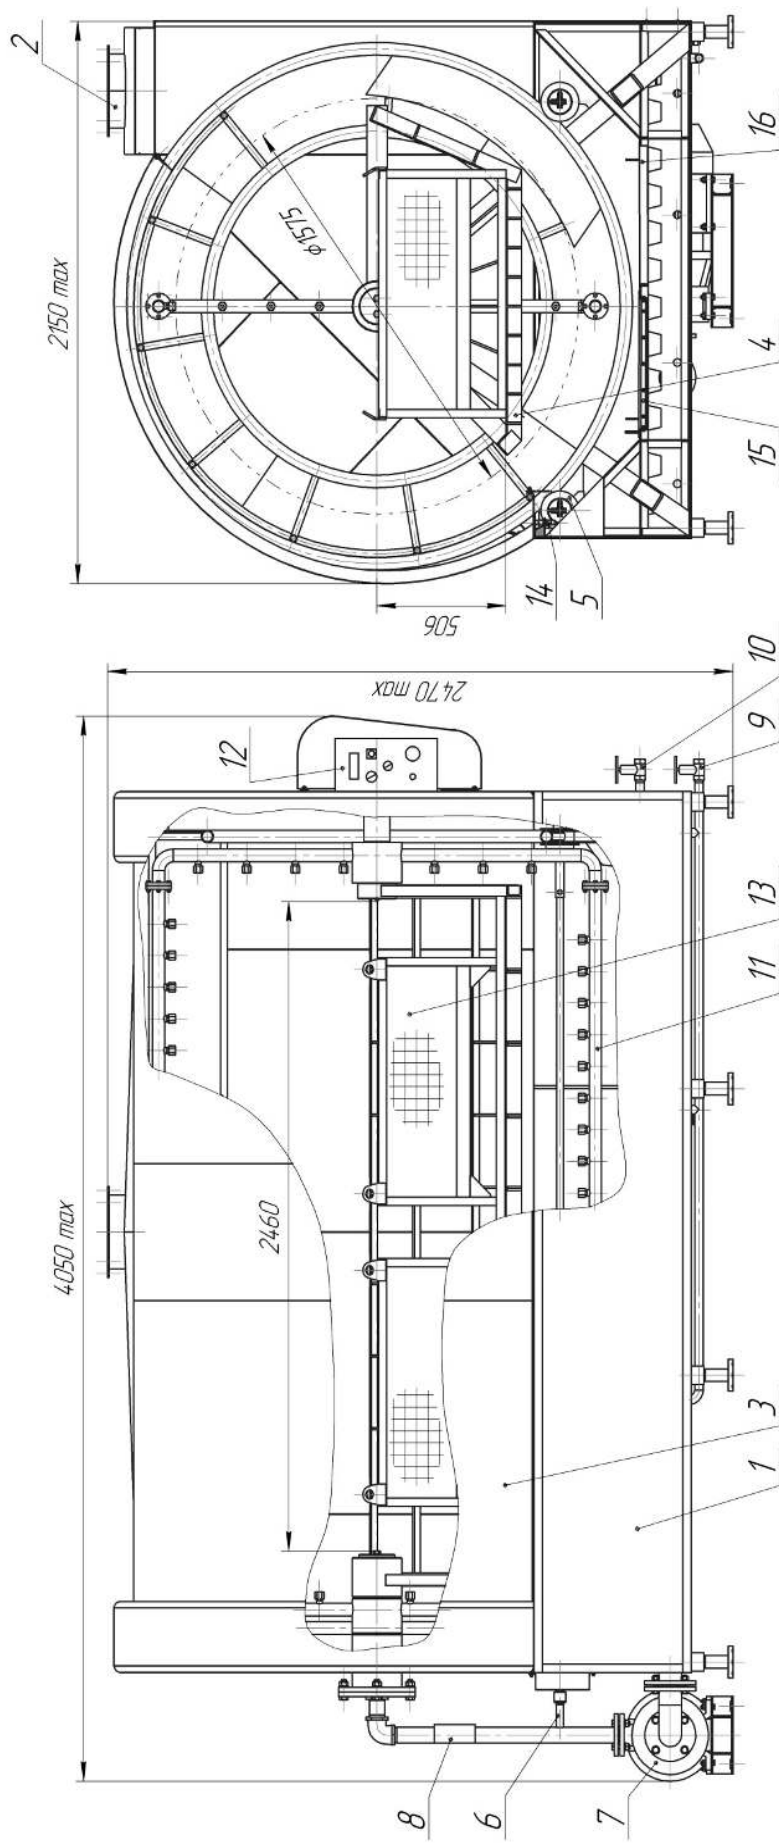

Рисунок 1 – Установка для мойки агрегатов M216E2
4.1. Установка для мойки агрегатов автомобилей, модель М216Е2 (рис. 1) представляет собой сварную конструкцию, состоящую из корпуса (ванны) 1, зонта 2, вращающейся крышки 3, коллектора с форсунками 11, насоса с системой трубопроводов 7, привода вращения коллектора, двух электронагревателей, системы управления и контроля 12.